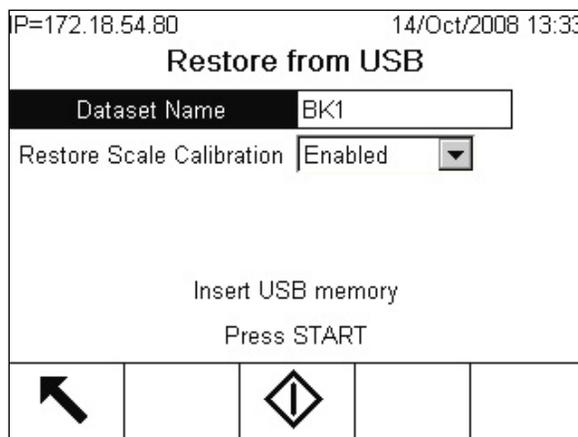

Figure 4-7 : Restauration depuis USB
2. Accédez à **Configuration > Maintenance > Lancer > Restauration de l'USB**. Un écran comme celui illustré sur la Figure 4-7 s'affiche.